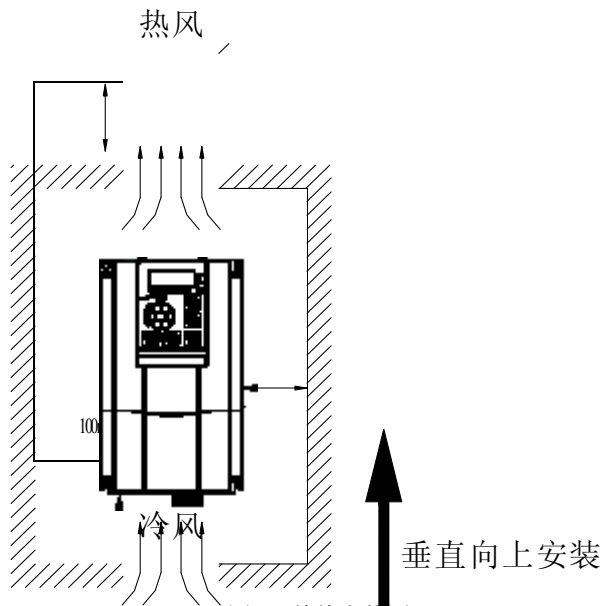

图3-1.单件安装图
- 2) 安装空间遵照图3-1所示，保证变频器的散热空间。但布置时请考虑柜内其它器件的散热情况。